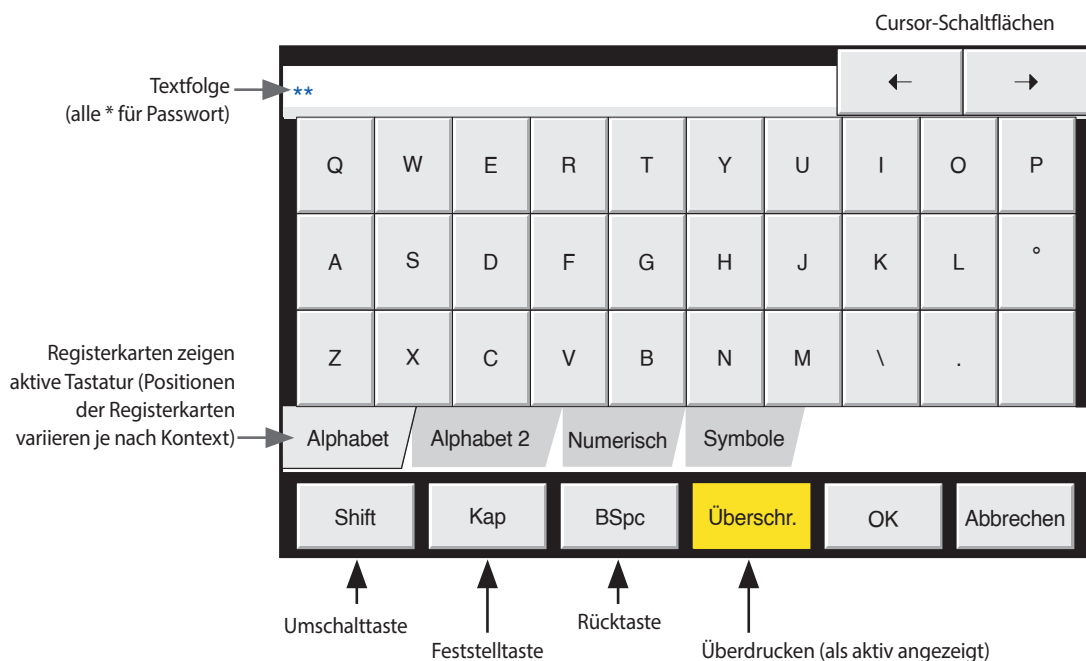

Abbildung 3.3.2b Alphabet 1-Tastatur
Anschließend erscheint das Fenster Neues Passwort, das eine Tastatur enthält (siehe Beispiel Abbildung 3.3.2b Alphabet 1-Tastatur).
- 3 Berühren Sie den leeren Passwortbereich, um die Tastatur-Anzeige aufzurufen (siehe Abbildung 3.3.2b).